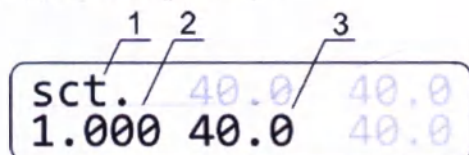

Рисунок 2. Дисплей в режиме калибровки:
- 2 Для смены калибровочного коэффициента держите нажатой кнопку **TIME RUN/STOP** дольше 8 с для входа в калибровочный режим. Калибровочный коэффициент появится на дисплее (рис. 2).
- 7.3 **Восстановление заводских установок.** Чтобы восстановить заводские установки, с помощью кнопок **▲** и **▼** **T, °C** установите значение коэффициента 1.000, как показано на рис. 2/1. Нажмите кнопку **RPM RUN/STOP** один раз, чтобы сохранить изменения и выйти из режима калибровки.
- 7.4.5 Держите нажатой кнопку **TIME RUN/STOP** дольше 8 с для входа в калибровочный режим (рис. 2).